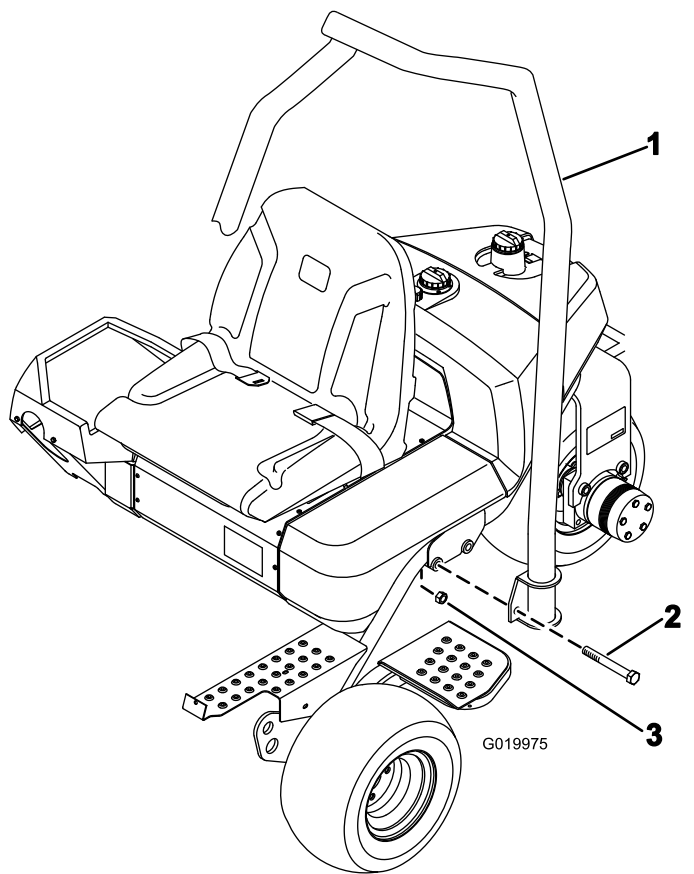

Figura 7
1. Coloque el ROPS de manera que la parte superior del tubo está curvada hacia la parte delantera de la máquina (Figura 7).
2. Baje la estructura anti-vuelco sobre el bastidor, alineándolo con los taladros de montaje (Figura 7).
3. Sujete cada lado del ROPS al bastidor con 2 pernos (5/8 x 4 1/2") y contratuercas, según se muestra en Figura 7. Apriete a entre 183 y 223 N·m.